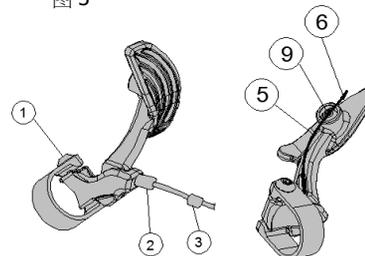

图 4
8. 将钢线 ⑤ 穿过调整螺丝组 ③，使用 2.5mm 六角扳手放松压线螺丝 ⑨。(图 4)
9. 将钢线 ⑤ 穿过变把线孔 (如下图)，使用 2.5mm 六角扳手，锁紧螺丝 ⑨ 到 20-31 kgf.cm / 2-3 Nm / 18-27 in.lbs。(图 4)
10. 检查外管是否完全安装在线控的 ③ 调整螺丝组 ③ 上。(图 4)
11. 在距压线螺丝 ⑨ 20mm 处裁切钢线，确认钢线长度。(图 4)
12. 套入压尾套 ⑥。(图 4)
13. 使用调整螺丝组 ③ 调整钢线张力，使线控拨杆不会随意活动。(图 4)